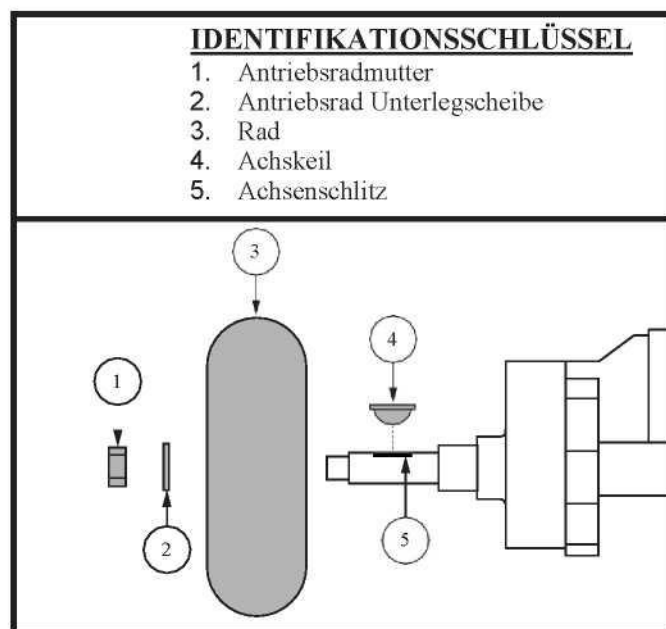

Abbildung 35. Radwechsel
3. Entfernen Sie die Antriebsradmutter und die Unterlegscheibe von der Achse. **Siehe Abbildung 35.**